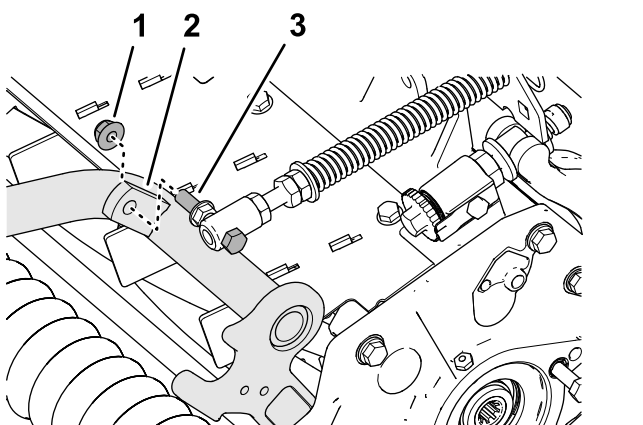

Figure 10
4. Fixez le ressort de compensation sur la patte droite du bâti porteur (Figure 10) avec le contre-écrou à embase (3/8 po).